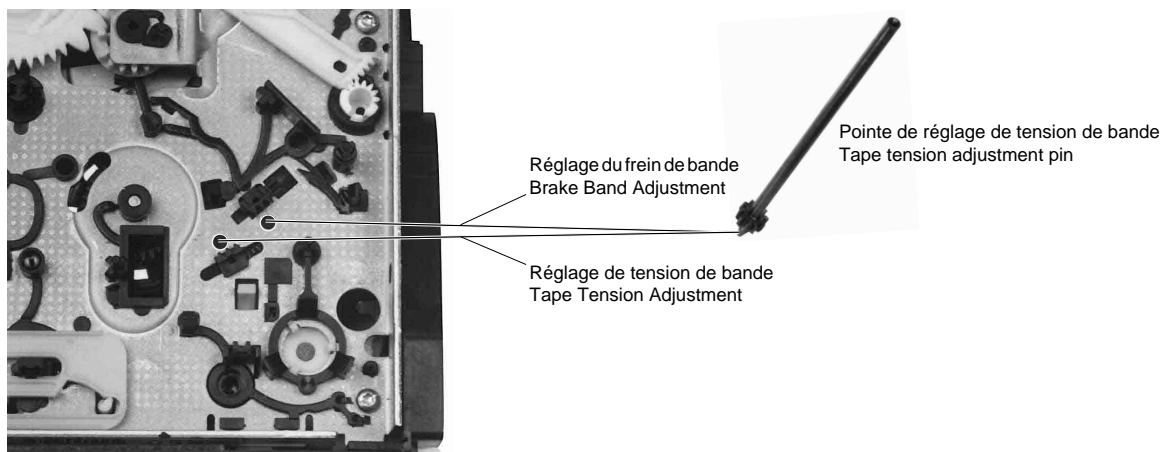
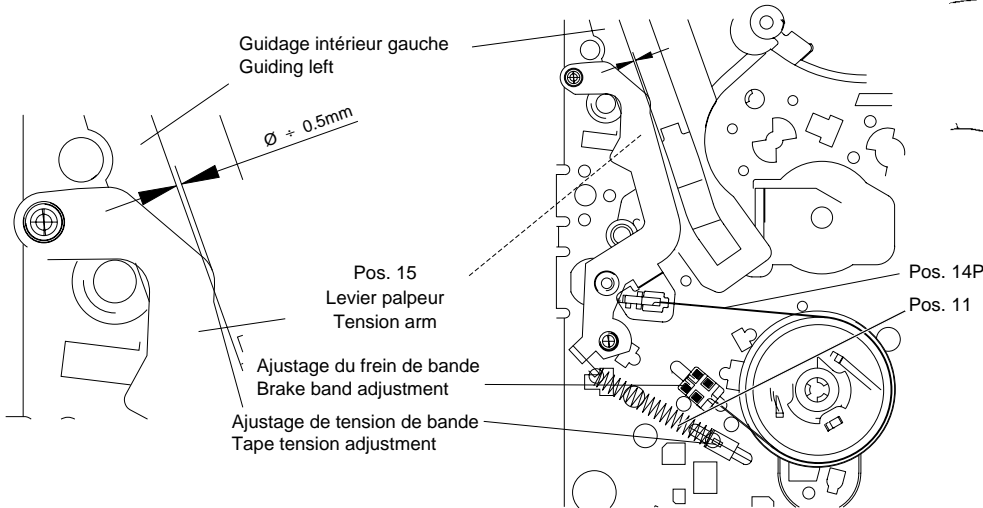

Fig. 26
Fig. 27
- A l'aide de l'outil de réglage (par dessous, Fig. 26), régler le frein (Fig. 27, Pos. 14P) de telle sorte que le bras du palpeur de tension de bande (Pos. 15) se superpose avec l'arrêt de guidage intérieure gauche du rail de gauche (Fig. 27).
- A l'aide de l'outil de réglage, régler le ressort (Fig. 27, Pos. 11) sur une traction de bande de 0,24N ±0,02N (24g ±2g).
- Adjust the brake band (Fig. 27, Pos. 14P) by means of the tape tension adjusting tool (from the underside of the tape deck, Fig. 26) so that the edge of the elbow of the tape tension arm (Pos. 15) overlaps with the left inner edge of the left guide (see Fig. 27).
- Adjust the spring (Fig. 27, Pos. 11) to a tape tension of 0.24N ±0.02N (24g ±2g) by means of the tape tension adjustment tool.